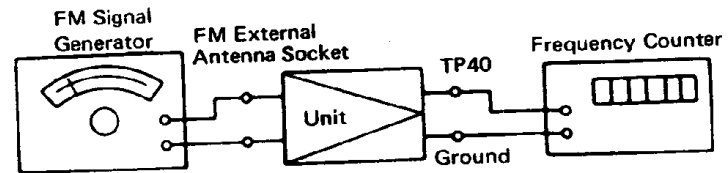

Figure 7-5 VCO FREQUENCY ADJUSTMENT
- Connect instruments as shown in Fig. 7-5.
- Die Instrumente gemäß Abb. 7-5 anschließen.
- Brancher les appareils comme le montre la Fig. 7-5.